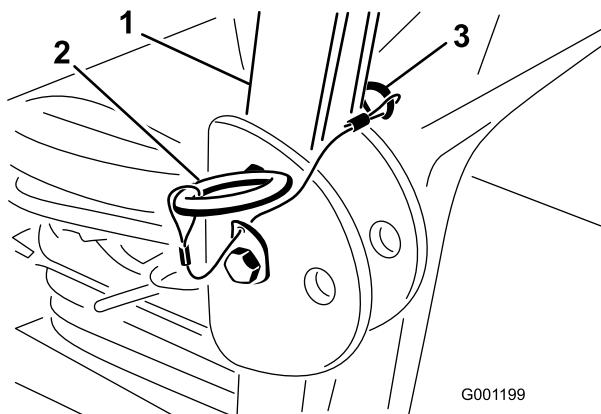

図 29
1. ROPS を下げるには、機体の左右でヘアピン・コッターを抜き、ピンを外す(図 29)。
3. ピンとヘアピン・コッターで固定する(図 29)。
- ROPS を立てるには、機体の左右でヘアピン・コッターを抜き、ピンを外す(図 29)。
- ROPS をまっすぐに立ててピンで固定し、ヘアピン・コッターでロックする (図 29)。